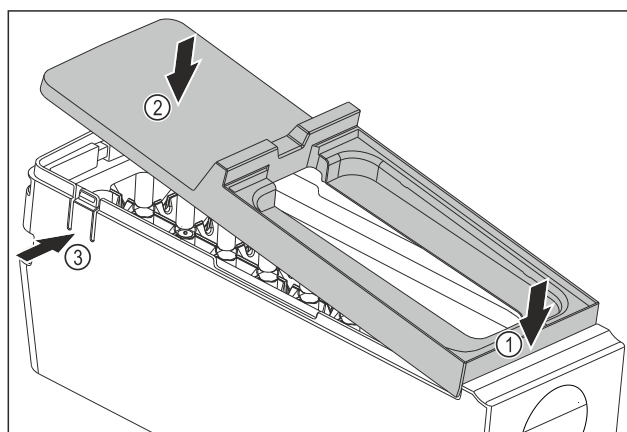

Fig. 120
- ▶ Montering af EasyTwist-Ice-legemets afdækning: Påsæt afdækningen foran. Fig. 120 (1)
- ▶ Sænk afdækningen bagtil. Fig. 120 (2)
- ▷ Afdækningen går hørbart i indgreb i begge lasker Fig. 120 (3).